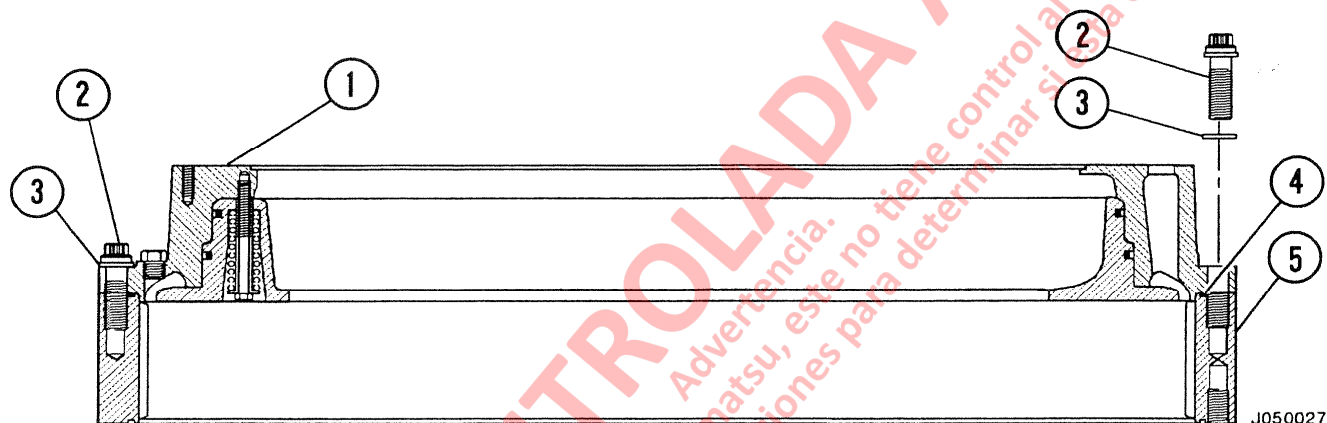
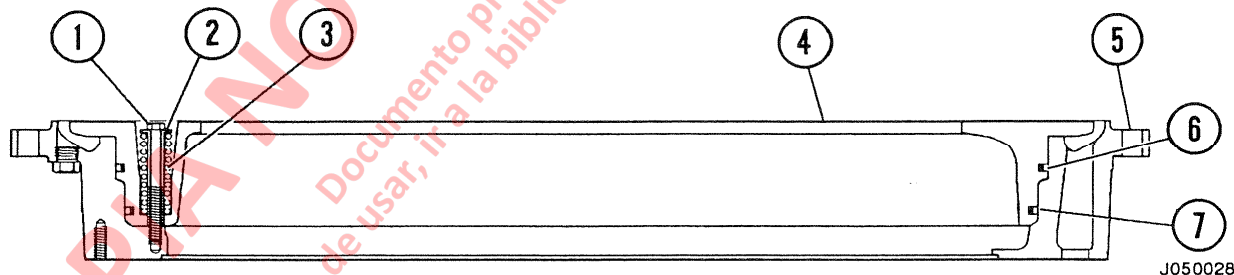

FIGURA 5-6. DESMONTAJE CONJUNTO CAJA / PISTÓN
FIGURA 5-7. DESMONTAJE DEL PISTÓN
12. Asegure una banda de elevación a través de las barras y saque el engranaje interior (5) del conjunto del freno. Saque las barras de embarque y los espaciadores.
13. Saque los pernos (2, Figura 5-6) y las golillas endurecidas (3) de la caja del pistón (1).
14. Inserte un perno de empuje de 7/8 UNC x 2.0 in. en cada uno de los tres orificios roscados en la caja del pistón. Apriete los pernos en forma pareja para sacar la caja del engranaje de corona (5). Saque y bote el anillo de goma (4).
15. Coloque el conjunto del pistón con los resortes de retracción en la parte superior como se muestra en la Figura 5-7.
16. Saque los pernos (1, Figura 5-7), las guías del resorte (2) y los resortes de retracción del pistón (3).
5. Inspeccione los resortes que retraen el pistón (3, Figura 5-7). Revise que los resortes alcancen su altura libremente y pruebe
1. Revise la cavidad de la caja del pistón (5, Figura 5-7) para ver si hay rayas, marcas o partículas de suciedad. Coloque la caja en posición de trabajo, con la cavidad hacia arriba.
2. Lubrique la sección cuadrada, porción de Anillo de goma, de los conjuntos de sello del pistón (6 y 7) con aceite hidráulico tipo C-4. Monte en las ranuras del pistón (4). Asegúrese de que el Anillo de goma no esté torcido.
6. Ensamble los doce Pernos s (1), guías de resorte (2) y resortes retráctores (3). Aplique Loctite a las roscas de los Pernos y monte las partes ensambladas a través del pistón y los orificios roscados en la caja. Apriete los Pernos con un torque de **90 Lbs./pie (122 N.m)**.
9. Monte el Anillo de goma (4, Figura 5-6) en la ranura del engranaje de corona (5).
10. Asegure los ojales de elevación al conjunto de la caja / pistón y baje a su posición sobre el engranaje de corona. Monte los Pernos (2) y golillas endurecidas (3). En forma alternada, apriete los Pernos con un torque de 575 Lbs./pie. (780 N.m).